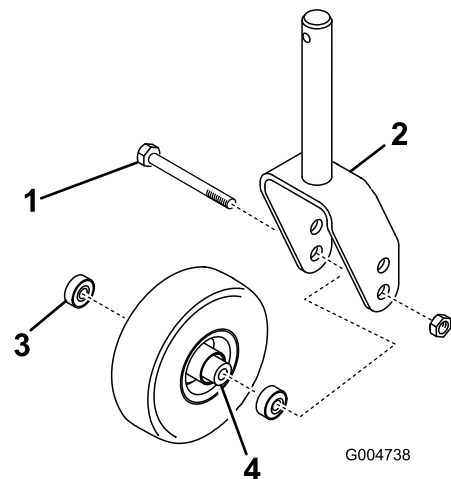

図 98
- Rキャスタホイール・アセンブリをキャスタフォーク((図 98)またはキャスタピボットアームに保持しているボルトからロックナットを外す。キャスタホイールをつかんでおいて、ボルトをフォークまたはピボットアームから抜き取る。
2. ホイールのハブからベアリングを外して、ベアリングスペーサを床に落とす (図 98)。ホイール・ハブの反対側にあるベアリングを取る。